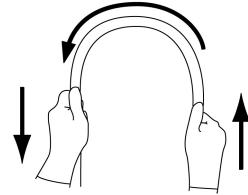

図1
- 挿入部を両手で持ち、全長にわたって図1に示すように順次半円の頂点をすらすように曲げたときに、適切な軟らかさを有しており、軟らかさが不連続になっているなどの異常がないこと。